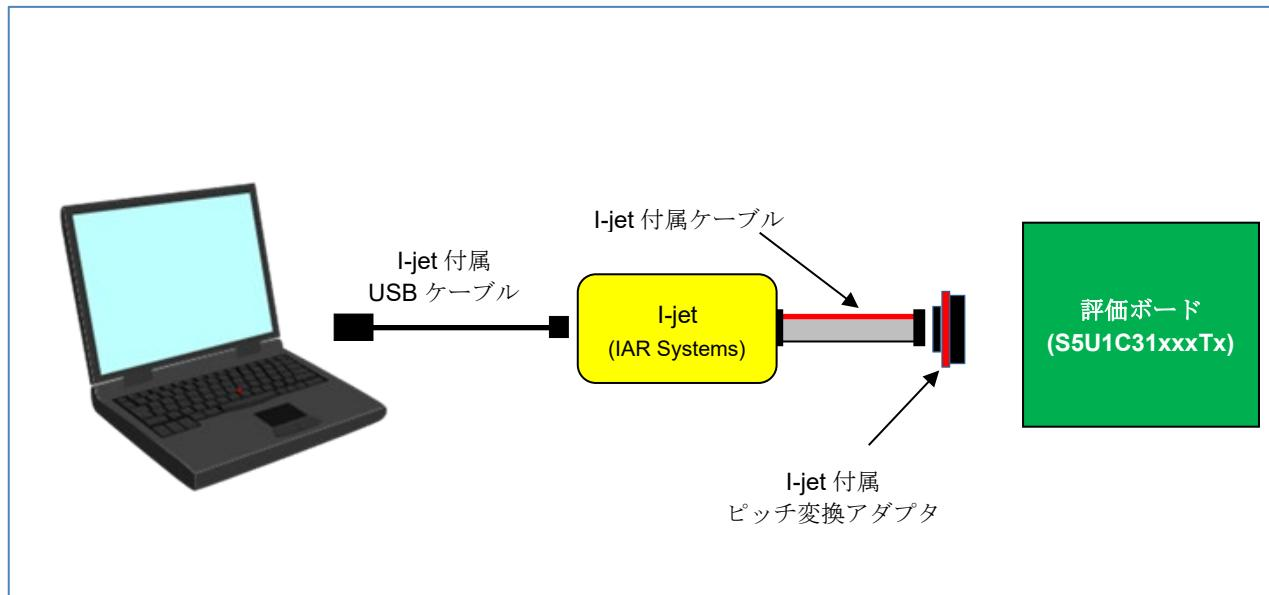

図 3.3.1.1 I-jet を使用する場合のハードウェアの接続例^{*1}
- (1) I-jet 付属の USB マイクロケーブルを使用して、IAR Embedded Workbench をインストール済みの PC と I-jet を接続します。接続すると、デバイスドライバが自動で設定されます。
- (2) I-jet 付属のケーブルとピッチ変換アダプタを使用して I-jet と評価ボード (S5U1C31xxxTx) を接続します (図 3.3.1.1 参照)。
*1: 図 3.3.1.1 は、評価ボード (S5U1C31xxxTx) をデバッガープローブ (I-jet) から供給される 5V 電源で動作させた場合の例です。